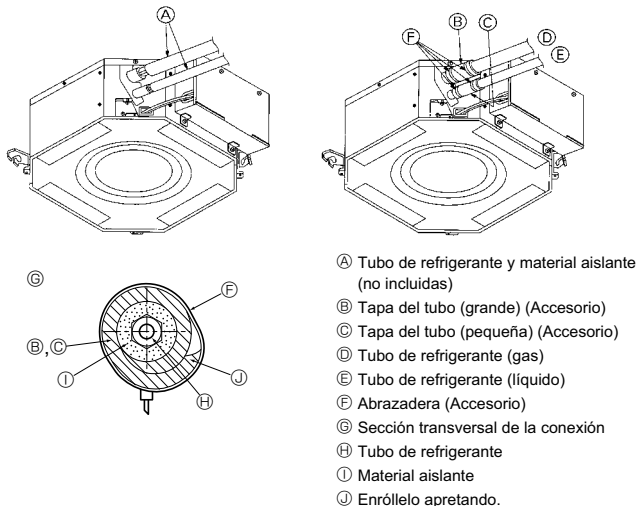

Fig. 5-4
5.3. Unidad interior (Fig. 5-4)